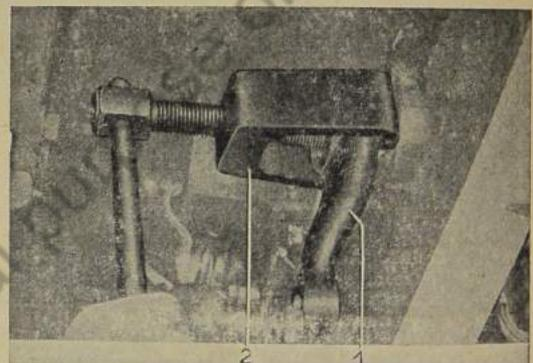

Bild 560: Lenkstockhebel abziehen
12. Mit Abzieher Nr. 1504 den Lenkstockhebel abziehen (Bild 560).